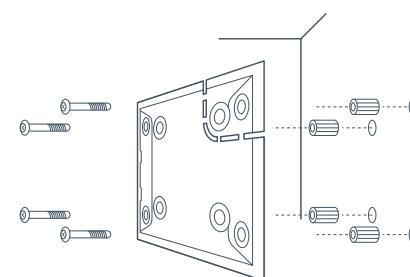

РИС. 2. Схема монтажа крепежной панели SmartBracket
5.3 Закрепите крепежную панель SmartBracket с помощью входящих в комплект дюбелей и саморезов на стене (РИС. 2). Рекомендованная высота установки датчика 2,4 м. Установка датчика не на рекомендуемой высоте, изменяет размеры охраняемой зоны, а также нарушает работу функции игнорирования животных.